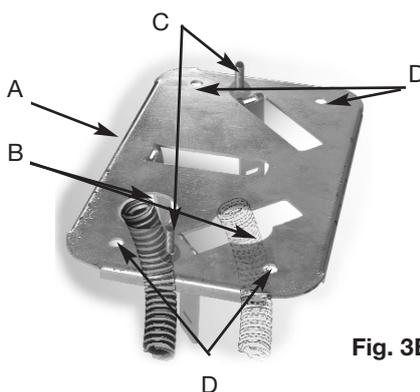

Fig. 3B
- 1) Muratura della piastra (Fig. 3A- Fig. 3B)
- b. Posizionare la contropiastra in modo che la zanca centrale sia verso il pignone del motoriduttore (quindi verso la cremagliera) Fig. 3B particolare A.
- c. Inserire le due viti, M8x30, in dotazione nei fori quadrati della piastra e fissarle tramite i dadi in modo da incastrarle nel quadro, Fig. 3B particolare C.
Passare i tubi flessibili tra i fori, Fig. 3B particolare B. I tubi devono uscire circa 5 cm dai fori della piastra.
- Fissare la contropiastra con 4 tasselli da fondazione, M8x120mm Fig. 3B particolare D non in dotazione, e stringere le viti utilizzando le rondelle (i tasselli permettono la regolazione della piastra in altezza).